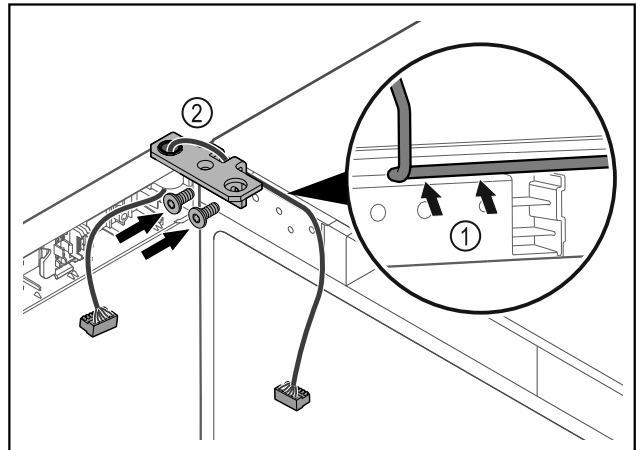

Fig. 41
- Pasar el cable por la escotadura de la escuadra de bisagra y tenderlo con cuidado Fig. 41 (1).
- Atornillar la escuadra de bisagra Fig. 41 (2).